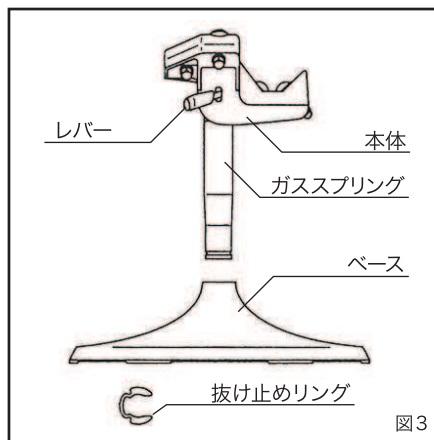

図3
1. 図3のようにアダプター下を差し込み、抜け止めリングを差し込んでください。抜け止めリングは手ではめる事ができます。